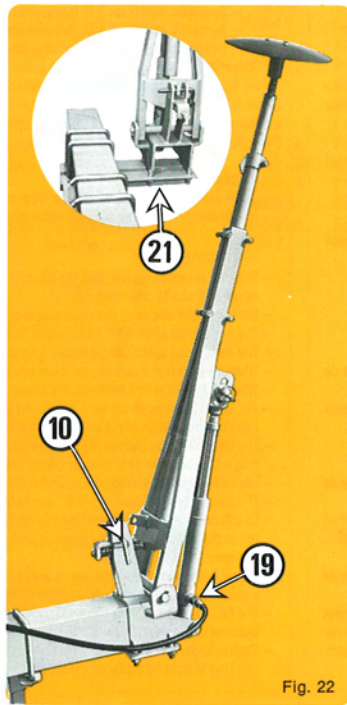

Fig. 22
- modèle hydraulique pour châssis 4,50 m et plus (fig. 22) (Déport possible avec pièces spéciales **21**)
- hydraulic model for 4,50 m frame and larger (fig. 22)